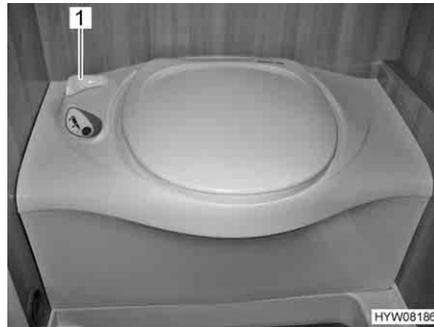

Fig. 259 Toilette Thetford
- Prima di tirare l'acqua, aprire il cursore della toilette Thetford. A tal fine ruotare la leva del cursore (Fig. 259,1) in senso antiorario.
- Dopo aver tirato l'acqua chiudere il cursore. Ruotare la leva del cursore (Fig. 259,1) in senso orario.